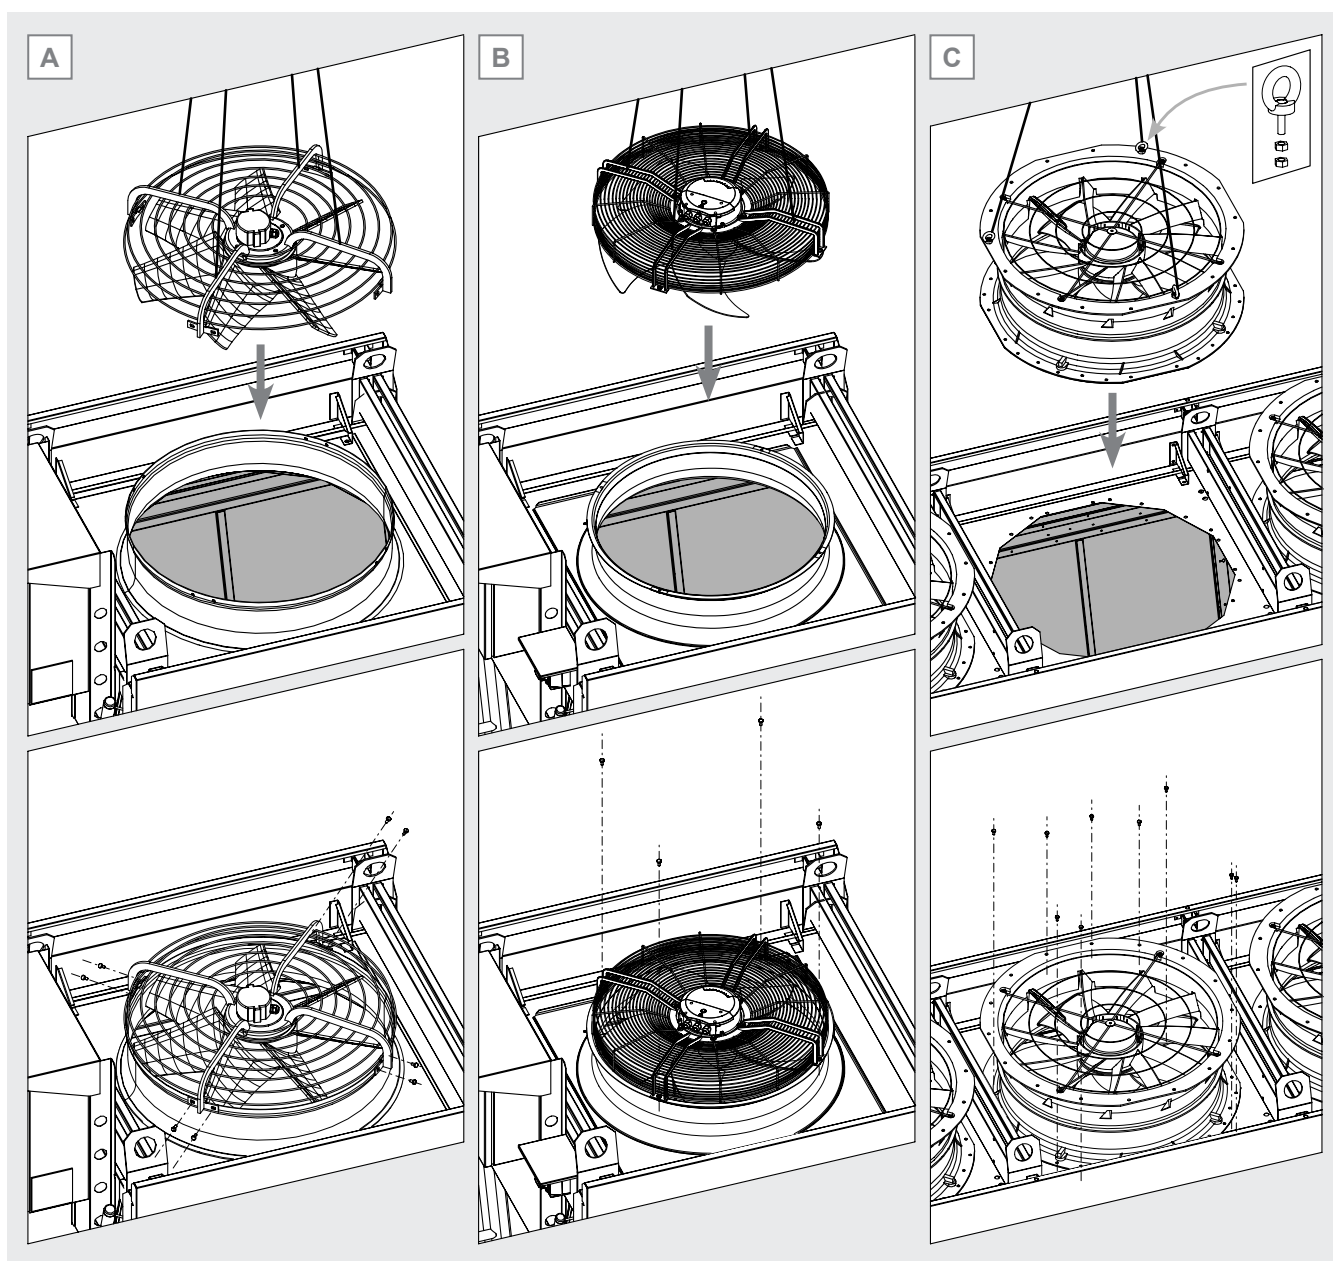
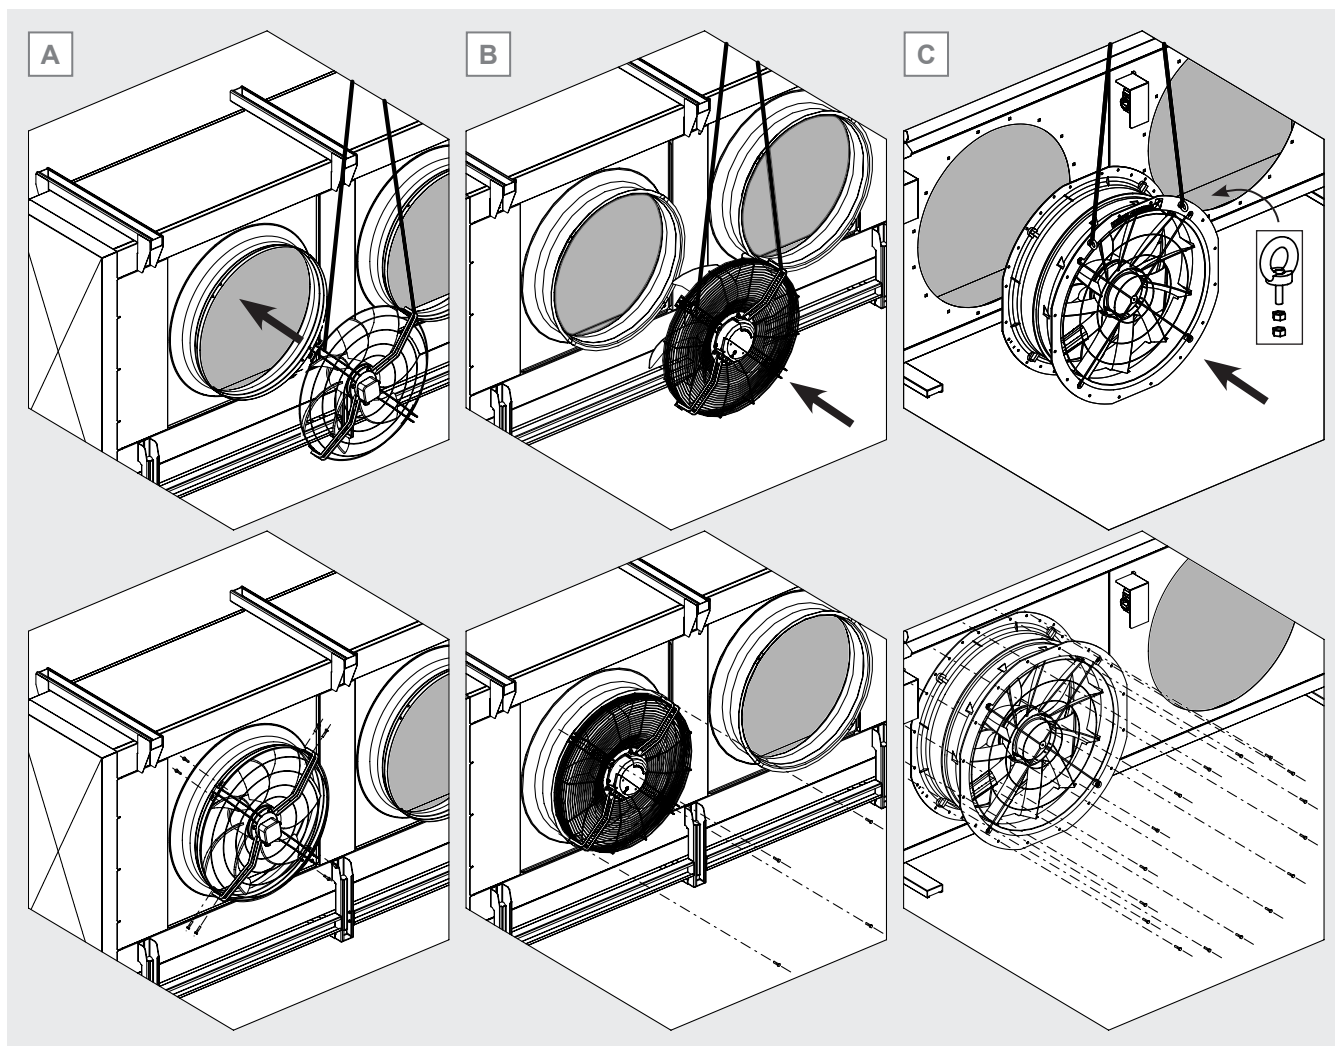

Figura 2
Figura 3
- 2.9.1 Motoventilatore ad attacco radiale e planare: fissare ganci o fasce di sollevamento ai bracci della griglia del motoventilatore. Si veda la Figura 2 A e B, Figura 3 A e B.
- per un modello con flusso d'aria verticale, fissare min. 3 gorfari di sollevamento con dado e controdado alla flangia superiore del motoventilatore. I gorfari devono essere equamente distribuiti (es. a 120° se n. 3 gorfari). Fissare ganci o fasce ai gorfari di sollevamento. Si veda la Figura 2 C.
- per un modello con flusso d'aria orizzontale, fissare min. 2 gorfari di sollevamento con dado e controdado alla flangia superiore del motoventilatore. I gorfari devono essere equamente distribuiti. Fissare ganci o fasce ai gorfari di sollevamento. Si veda la Figura 3 C.